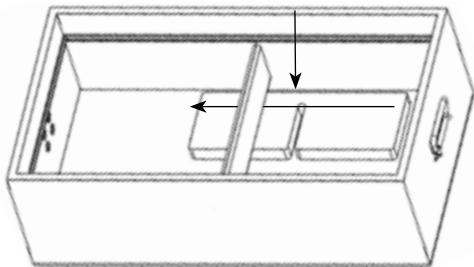

Fig. 24
3. Una volta che il taglio presente nel distanziatore in schiuma sia centrato sotto la doga in legno, ruotare il distanziatore di 90 gradi e spingere contro il lato del legno (fig. 24).